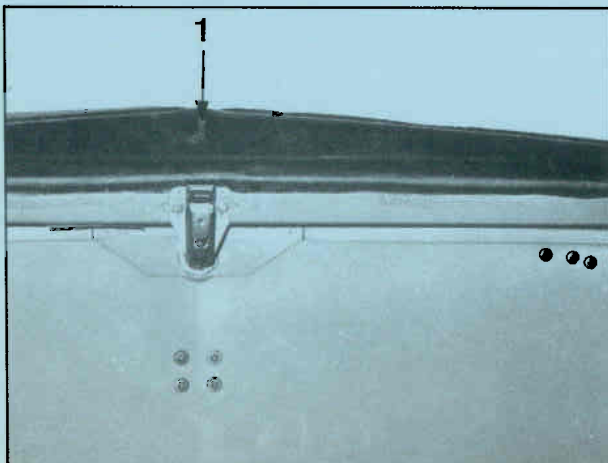

Fig. 8
2. Kofferdeksel (Berline) (afb. 8)
- Verwijder het doorvoerrubber (1) van het afwateringsslangetje.